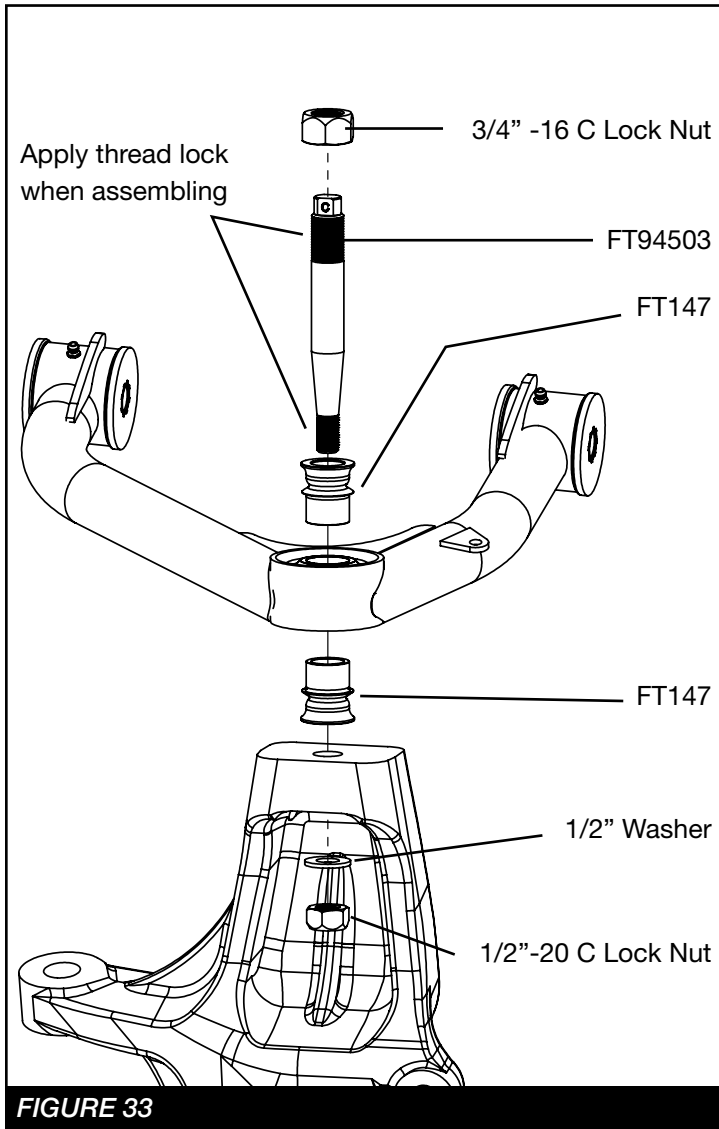

FIGURE 33
**SEE FIGURE 33 FOR STEPS 34 - 38**